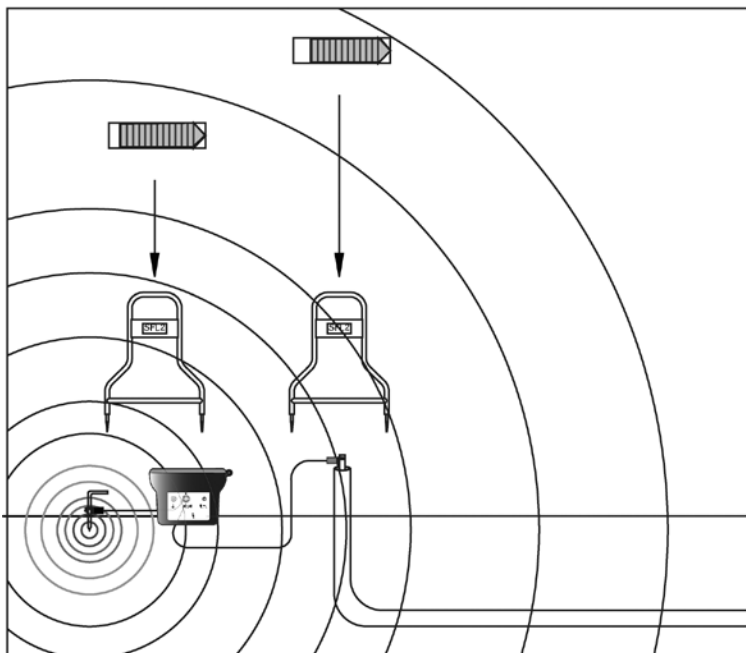

Abbildung 7-1: Synchronisierung der A-5000 Mantelfehlersuchhilfe
- Den A-5000 Empfänger einschalten (ON). Warten, bis der Pfeil auf dem Balkendiagramm blinkt.
- Wenn der Pfeil zum Erdspeiß hin zeigt, existiert kein Fehler. Die Erdleiter und Verbindungen erneut überprüfen, falls ein Fehler fälschlicherweise angezeigt wird. Siehe Abbildung 7-1.